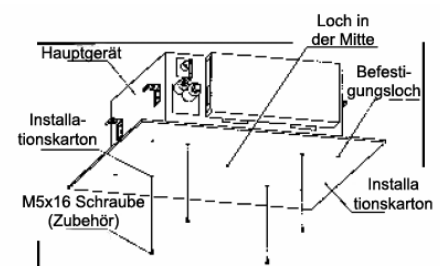

Abb. 8
- Schieben Sie die beiden Gitterschalter gleichzeitig in die Mitte und ziehen Sie sie dann nach oben. (Siehe Abb. 8)